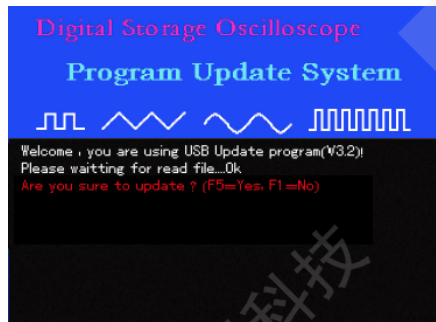

图5-3
4、升级系统对选中的升级文件进行判别，符合程序升级条件后，进入图5-3所示界面，提示“请您确认是否需要继续进行程序升级”。
5、在图5-3所示界面上，按[F5]，确定需要对当前程序进行升级，进入如图5-4所示界面。提示用户“程序正在进行更新，整个过程需要持续3~5分钟。在更新系统时，请勿切断电源，否则会出现未知的错误。当前程序更新进度为...%”。